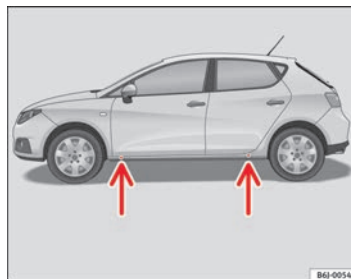

Abb. 129 Aufnahmepunkte für den Wagenheber
- Suchen Sie den Aufnahmepunkt am Unterholm, der dem zu wechselnden Rad am nächsten liegt ⇒ Seite 223, Abb. 129.
Am Unterholm kennzeichnen jeweils vorn und hinten Eindrückungen die Stellen, an denen der Wagenheber angesetzt werden darf ⇒ Seite 223, Abb. 129. Es gibt für jedes Rad genau eine Stelle. An anderen Stellen darf der Wagenheber nicht angesetzt werden.